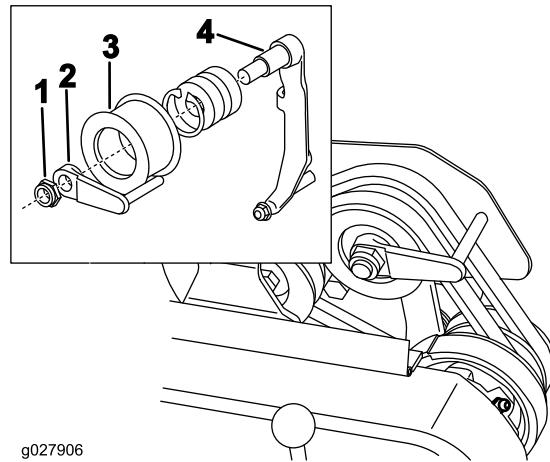

Figura 41
- Per spingete o tirate la macchina più agevolmente senza avviare il motore, regolate il guidacinghia (Figura 41, inserito) come segue.